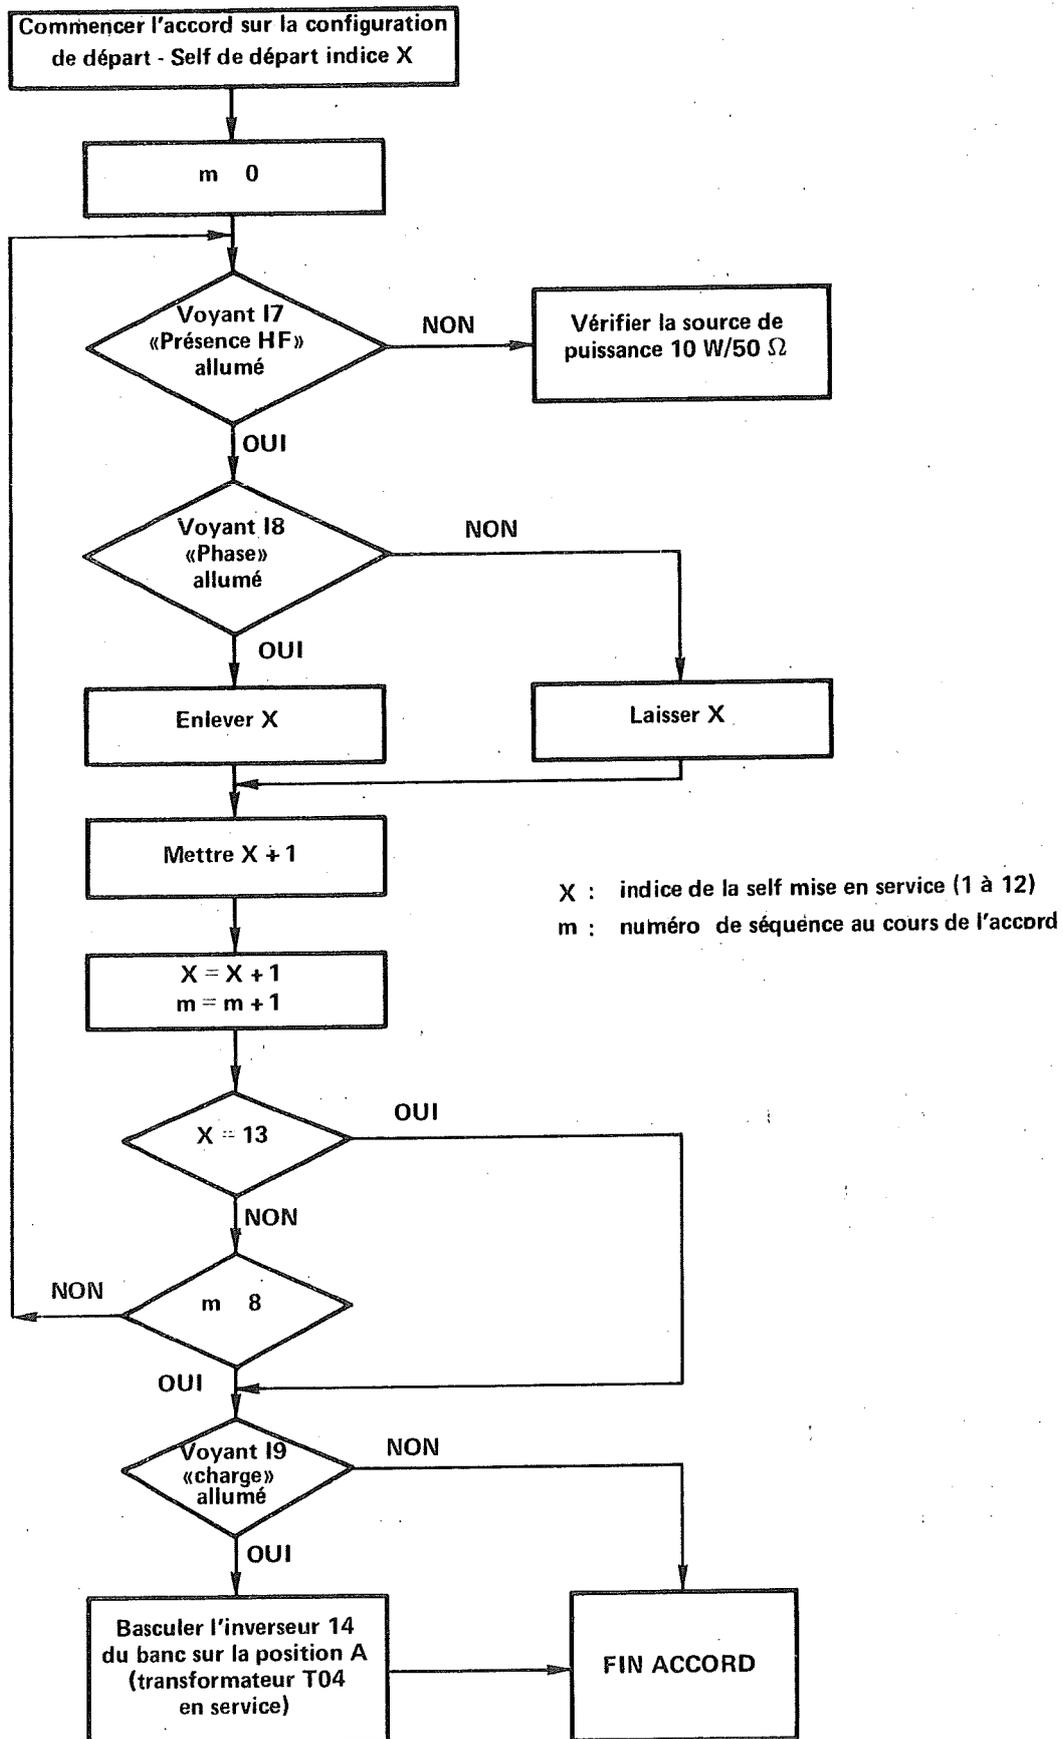

Figure 5 – Organigramme d'accords d'antenne
- procéder aux accords pour les 3 fréquences 2 MHz, 10 MHz et 30 MHz suivant l'organigramme de la figure 5, en ayant soin de respecter les niveaux de sortie du générateur HF notés au paragraphe 1.2,